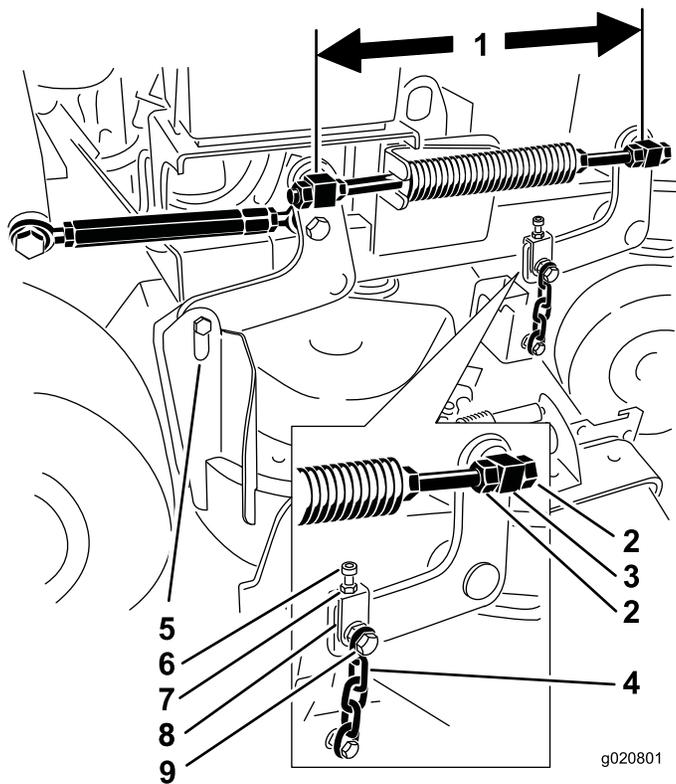

図 82
6. 各ねじ棒において、スイベル間の距離スイベルの中心から中心までの長さを測定する。 図 82
11. 調整が必要な場合は、上チェーンボルトをゆるめる図 82。
5. 上チェーンボルトをゆるめる **図 82**。